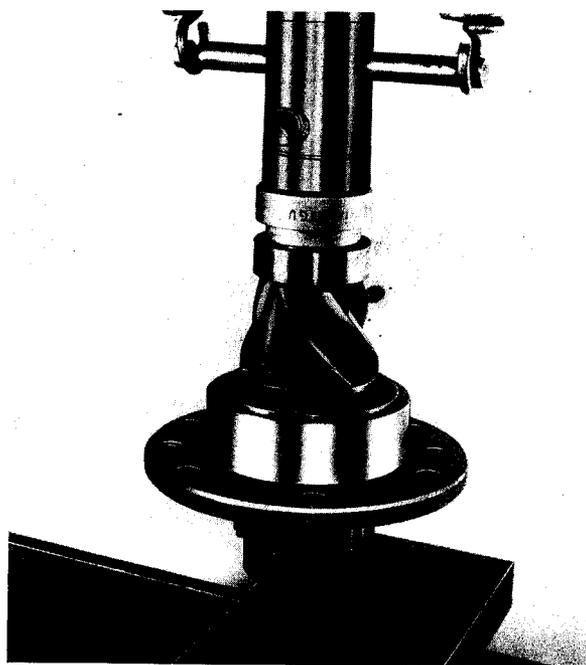

Fig. 26
- 1° Eventuellement, monter le roulement pilote sur le pignon d'attaque, au moyen d'une presse et d'un manchon approprié (fig. 26). Placer le circlip.